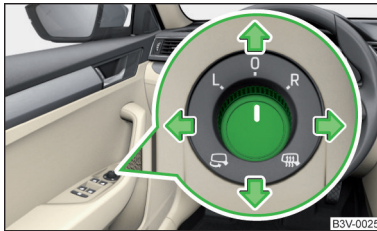

Abb. 67
- Den Drehknopf in Richtung der Pfeile bewegen » Abb. 67.